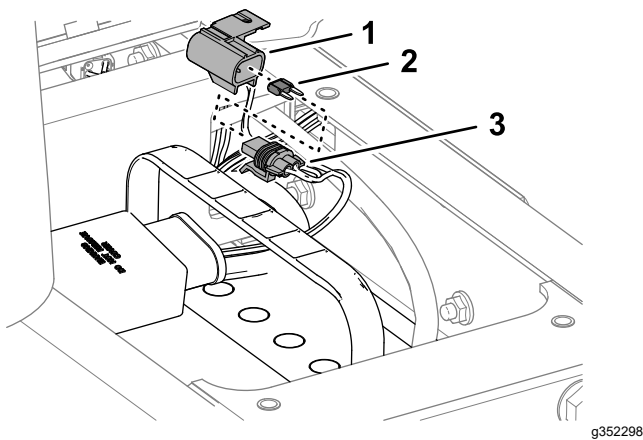

Figura 69
2. Rimuovete il tappo dal portafusibili in linea (Figura 69).